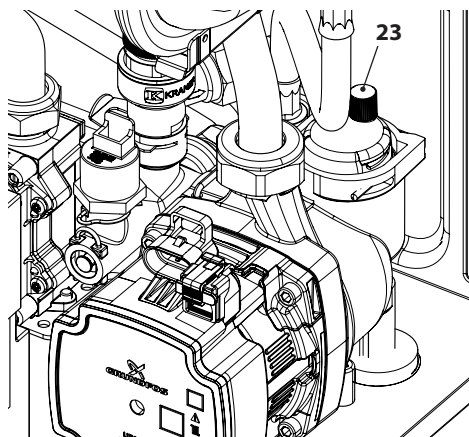

Figura 9.11
- Per facilitare lo svuotamento, svitare il tappo 23 della valvola di sfiato automatica in Figura 9.11.